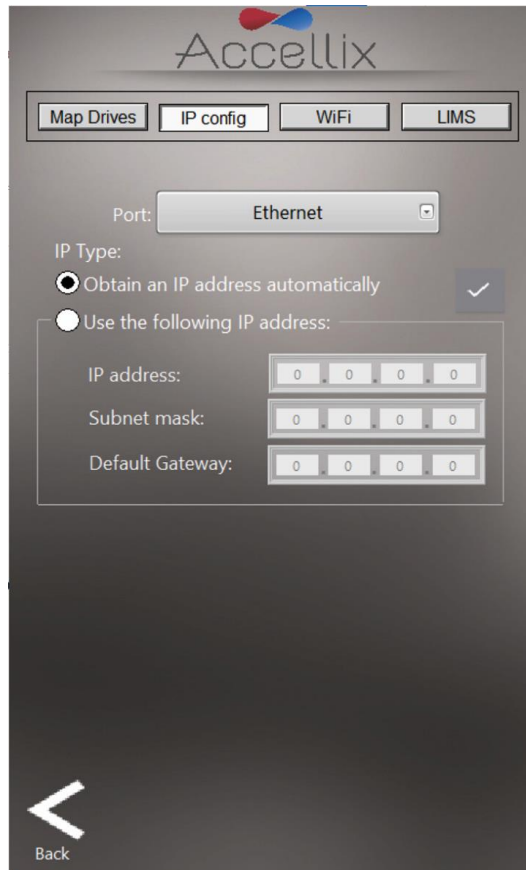

Abbildung 27: Netzwerkbildschirm: Registerkarte „IP Config“ (IP-Konfiguration)
2. Über die Registerkarte „IP Config“ (IP-Konfiguration) (Abbildung 27) kann die TCP-/IP-Adresse der beiden Ethernet-Anschlüsse des Accellix-Geräts dynamisch oder mit einer statischen IP-Adresse konfiguriert werden. So legen Sie eine statische IP fest: